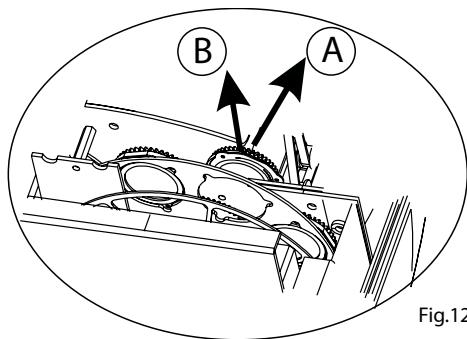

Fig.12
4. Premere il portagobos nella direzione A e tirare nella direzione B (fig.12).